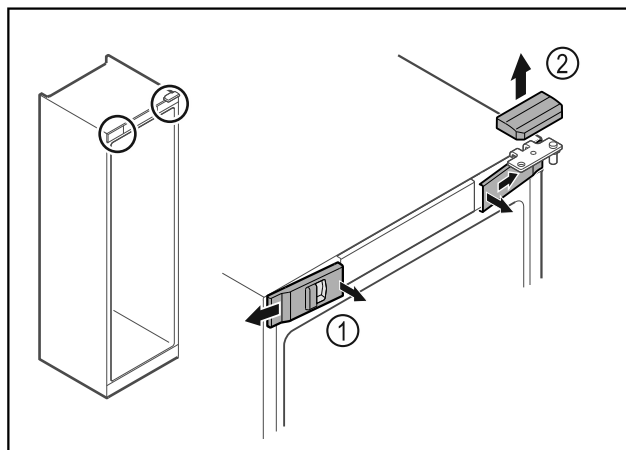

Fig. 16
- ▶ Pattintsa ki belül az elülső burkolatokat Fig. 16 (1), és tegye félre.
- ▶ Vegye le felfelé a felső burkolatot Fig. 16 (2).